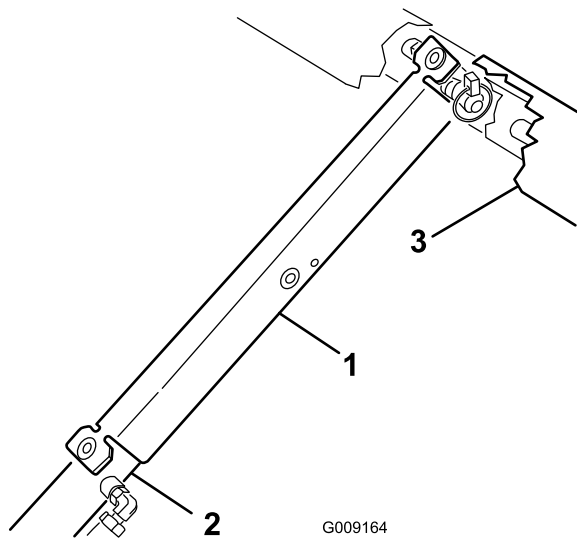

Figura 34
3. Introduza o apoio da plataforma na haste do cilindro, assegurando que as linguetas encostam à extremidade do cilindro e à extremidade da haste do cilindro (Figura 34).